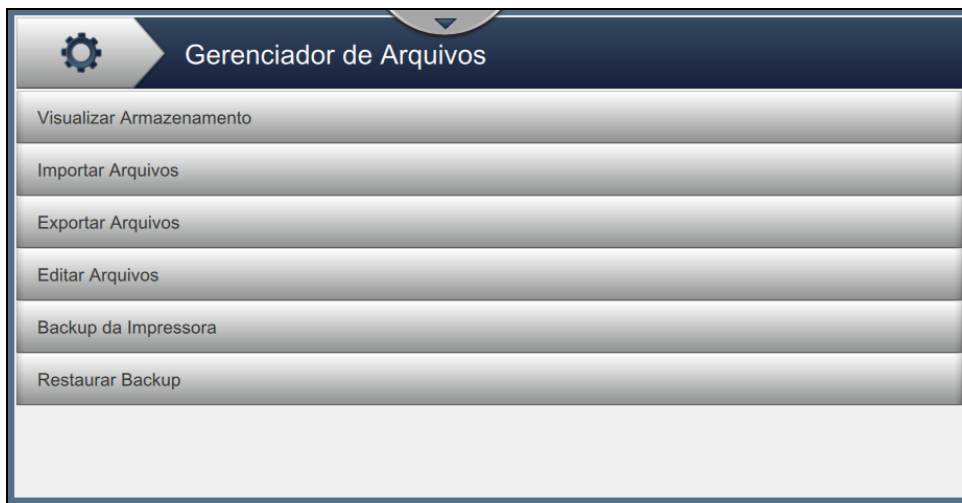

Figura 6-6: Gerenciador de arquivos
1. Toque no botão  na tela Ferramentas. A tela do Gerenciador de arquivos é aberta, como mostra a Figura 6-6.